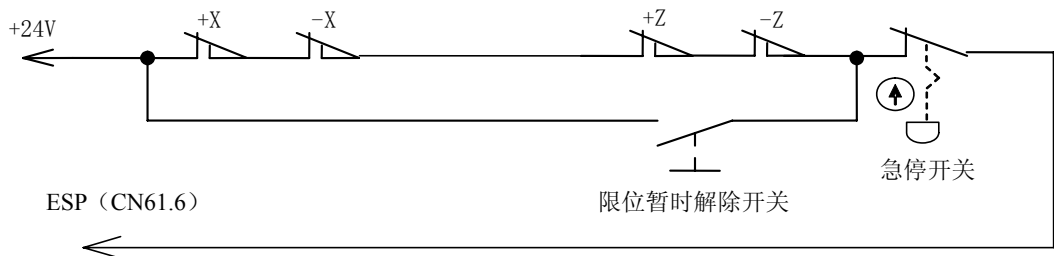

图2-34A 急停、行程开关串联连接
① 行程限位与急停串联连接，连接方式如下图 2-34A 所示：